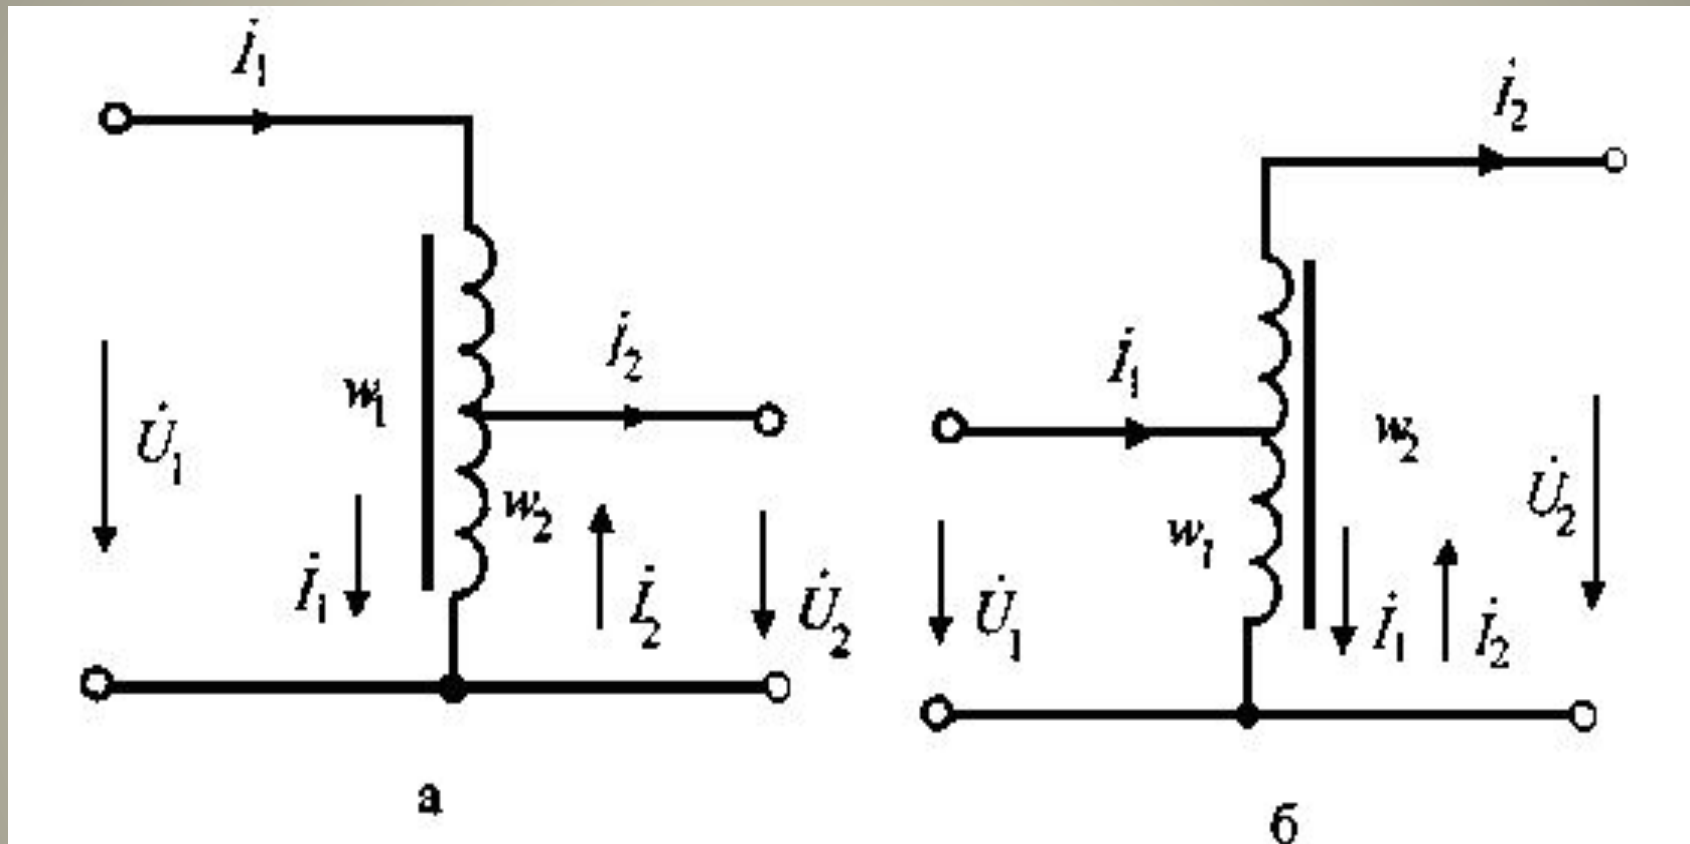

Рис. 4.6. – Схема автотрансформаторов с первичной обмоткой высшего напряжения (а) и первичной обмоткой низшего напряжения (б)
- Автотрансформатор отличается от электротрансформатора тем, что имеет лишь одну обмотку – обмотку высшего напряжения, а обмоткой низшего напряжения служит часть обмотки высшего напряжения (рис. 4.6).
- Обмотка высокого напряжения автотрансформатора может быть первичной (рис. 4.6,а) и вторичной (рис. 4.6,б).